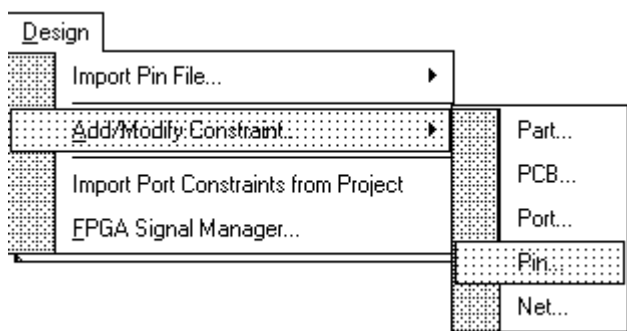

Рис. 7.8. Команды формирования групп файла привязок
1. Активизировать команду главного меню программы **Design | Add/Modify Constraint** и указать подкоманду **Part** (рис. 7.8). Откроется диалоговое окно выбора микросхемы **Choose Physical Device** (рис. 7.9).